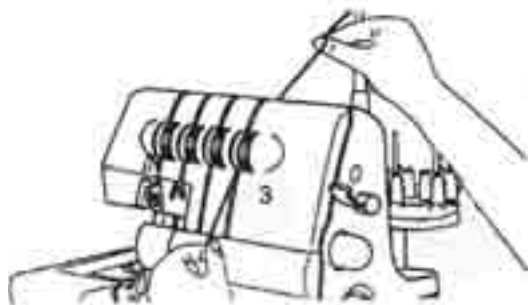

Fig. 21
3. Sujete el hilo con el dedo y páselo a través del disco del selector de tensado de hilo ❷ tirando a continuación hacia abajo (3) (Fig. 21).